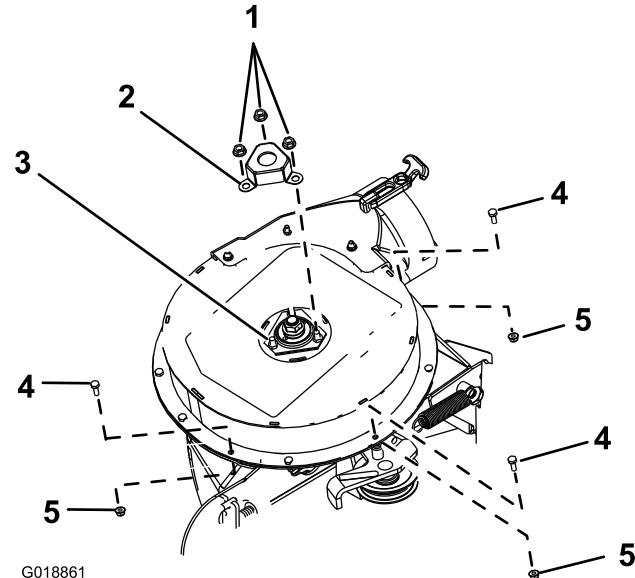

Figura 6
1. Retire las 3 tuercas dentadas que sujetan la cubierta del eje al conjunto del soplador (Figura 6).
2. Retire y deseche la cubierta del eje (Figura 6).
3. Retire los 3 pernos de cabeza hexagonal (1/4" x 3/4") y 3 contratuerzas (3/4") de la carcasa del soplador, según se muestra en (Figura 6).